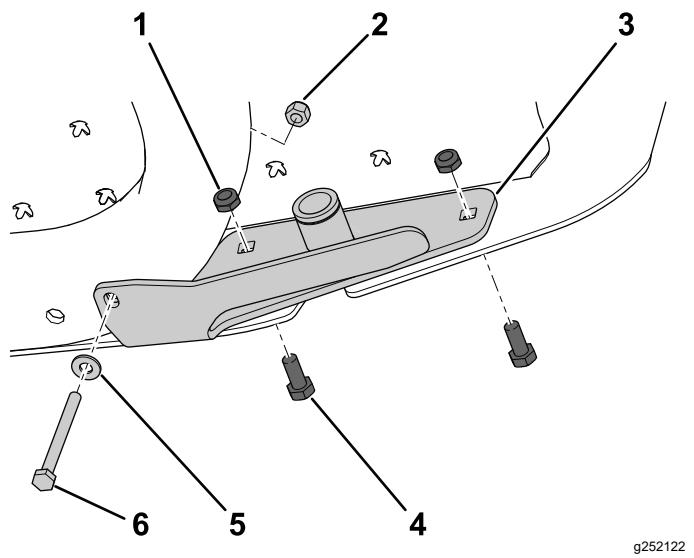

图 5
2. 使用螺栓 $1/4 \times 2\frac{3}{4}$ 英寸、垫圈 $1/4$ 英寸和锁紧螺母 $1/4$ 英寸将轮毂总成的底部固定到机器机架请参阅图 5。